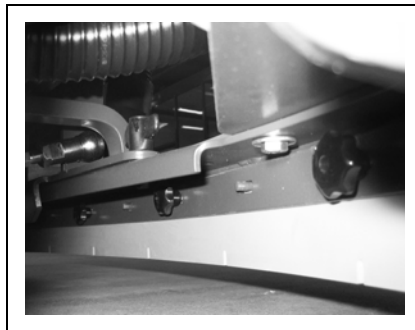

Abb. 36
Der Saugfuß besitzt auch eine vordere Dicht-, Stütz- und Klemmleiste (Abb. 36).
6. Die vordere Dichtleiste (Abb. 36) in der gleichen Art und Weise abbauen.